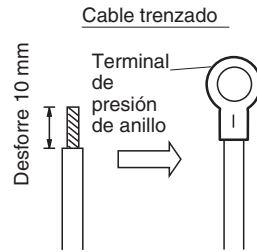
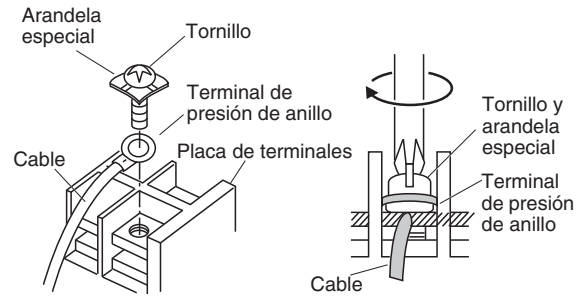

Fig. 4-7
Fig. 4-8
- (1) Corte el extremo del cable con alicates de corte, quite el aislante para exponer los conductores trenzados unos 10 mm y retuerza con fuerza los extremos de los conductores. (Fig. 4-7)
- (2) Utilizando un destornillador de cabeza Phillips, extraiga los tornillos del terminal de la placa de los terminales.
- (3) Empleando un fijador de conector de anillo o alicates, fije con seguridad cada extremo del cable trenzado con un terminal de presión de anillo.
- (4) Coloque el terminal de presión de anillo y vuelva a colocar y apretar el tornillo del terminal extraído con ayuda de un destornillador. (Fig. 4-8)